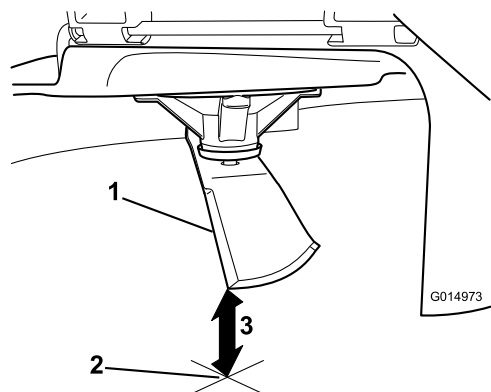

Figura 55
5. Mida desde la punta de la cuchilla hasta la superficie plana (**Figura 55**).